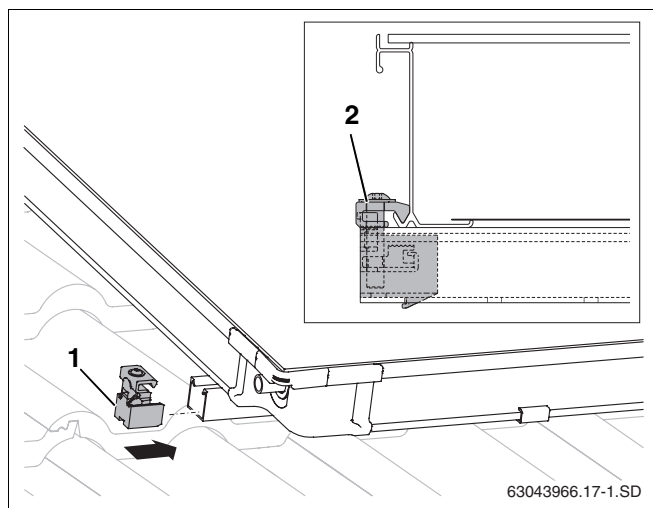

Fig. 49 Capteur unilatéral à gauche
- Glisser le tendeur unilatéral (fig. 49, **pos. 1**) dans les rails profilés supérieur et inférieur.
- Glisser le tendeur jusqu'au cadre du capteur et visser avec la clé plate SW5 (fig. 49, **pos. 2**).